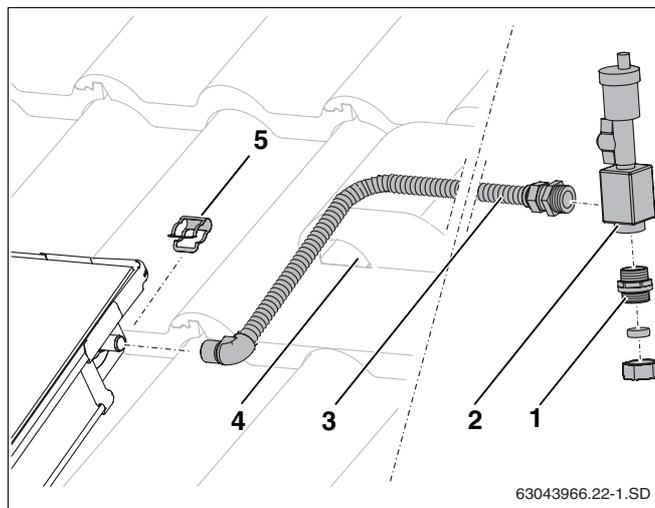

Рис. 56 Монтаж воздушного клапана под крышей
- Надеть соединительную трубу (рис. 56, **поз. 3**) на штуцер подающей линии коллектора и зафиксировать зажимом (рис. 56, **поз. 5**).
- Провести трубу вместе с кабелем датчика через черепицу с вентиляционным отверстием (рис. 56, **поз. 4**) и изоляцию кровли.
- Завернуть соединительную трубу (рис. 56, **поз. 3**) и двойной ниппель (рис. 56, **поз. 1**) в воздухосборник (с кольцевым уплотнением).
- Подсоединить сборную линию к двойному ниппелю с зажимным кольцом (рис. 56, **поз. 1**).